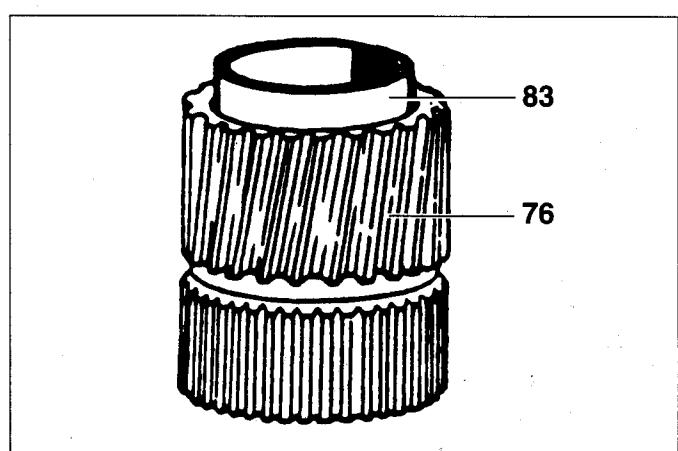

Fig. 26
- 6) Introdurre nell'ingranaggio (76), una gabbia a rulli (83), il distanziatore (77) e l'altra gabbia a rulli (83) (Fig. 26).
- 7) Montare il secondo anello (87) in appoggio e su quest'ultimo il cuscinetto assiale a rulli (86), poi la ralla (85). Montare l'ingranaggio (76) verificando che tutti gli anelli (71) siano stati imboccati. Montare in appoggio all'ingranaggio (76) la ralla (85) e il cuscinetto
- 6) Insert needle bearings (83) and spacer (77) on clutch hub pinion (Fig. 26).